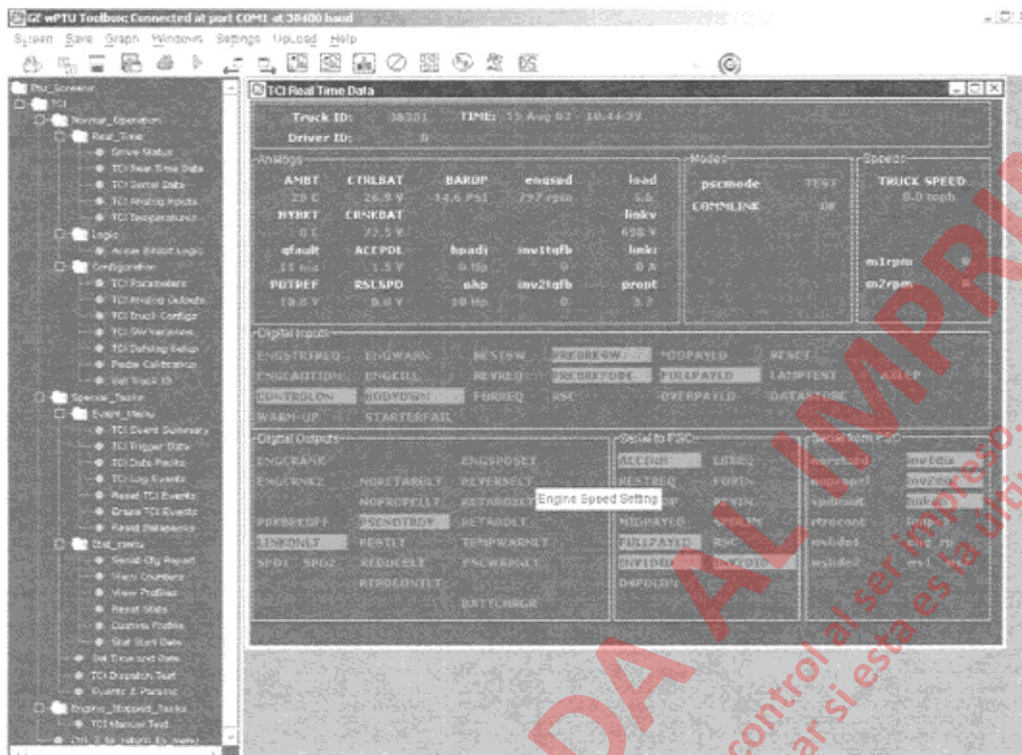

FIGURA 3-15. PANTALLA DE DATOS DE TIEMPO REAL TCI
- Verificar que los valores analógicos y funciones destacadas son similares a la pantalla de datos de tiempo Real de TCI en la figura 3-15.